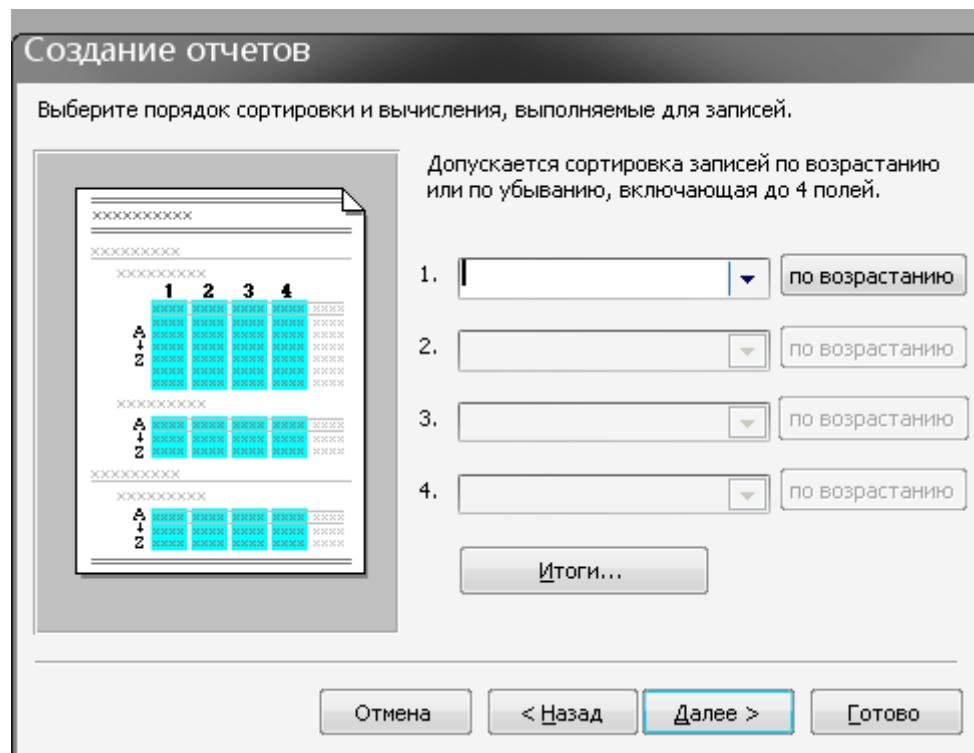

Рис. 2.24
6. З'явиться вікно (рис. 2.24), у якому можна вибрати порядок сортування даних і вказати підсумкові операції після клапання по кнопці **Итоги...**, а потім клапнути по кнопці **Далее**.